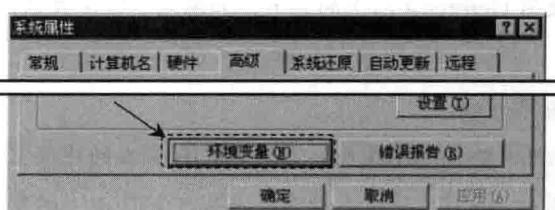

图 1.2.3 “系统属性”对话框
步骤 03 在图 1.2.3 所示的“系统属性”对话框中单击 **高级** 选项卡，在 **启动和故障恢复** 区域中单击 **环境变量 (E)** 按钮。